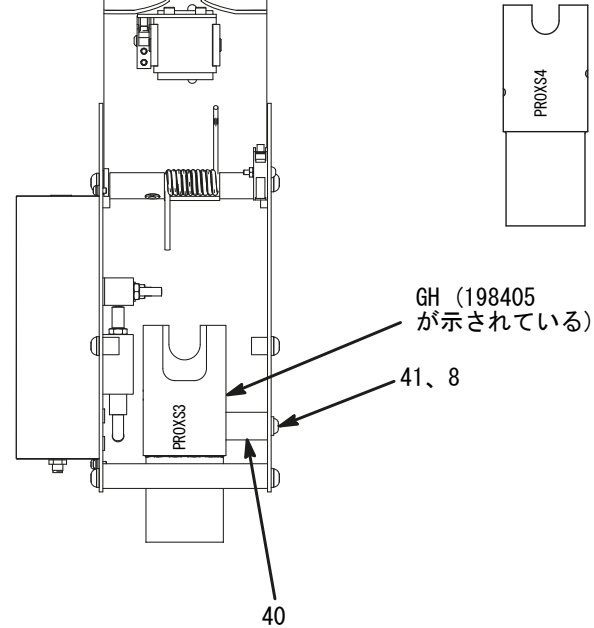
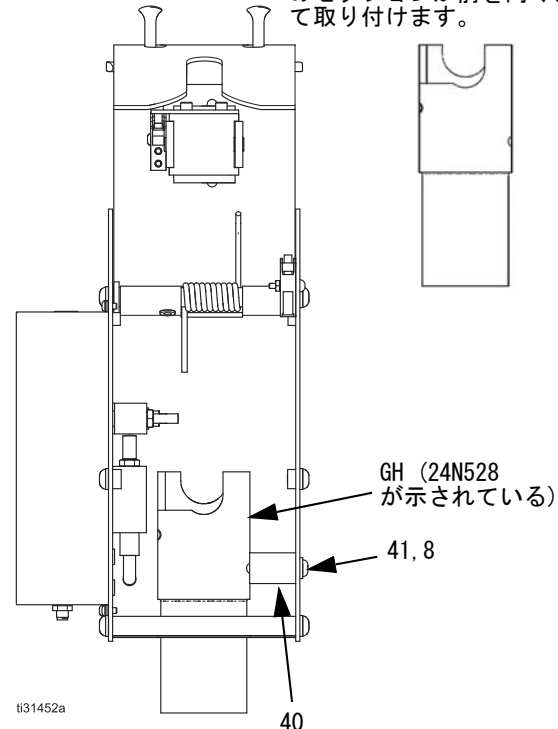

図 4: ガンホルダーの取り付け (Pro Xs3 および Xs4 ガン)
図 5: ガンホルダーの取り付け (Pro Xp 60kV ガン)
2. ガン洗浄ボックスの右側にある取り付けブラケット (40) を保持している 2 本のネジとそのワッシャ (41、8) を取り外します。次を参照してください：図 4または 図 5。
3. ガンホルダー (GH) を、その取り付け穴を取り付けブラケット (40) の穴およびガン洗浄ボックス側面の穴と合わせて、取り付けます。ネジとワッシャ (41、8) を使って固定します。